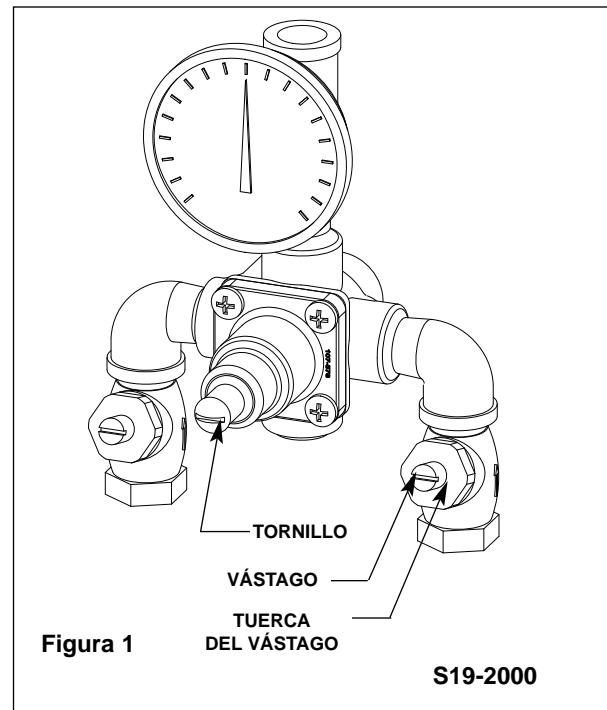

Figura 1
Nota: Cuando las válvulas de cierre/retención se encuentran en posición cerrada, el vástago de cierre/retención estará 6,3 mm (0,25 de pulg.) por sobre la tuerca del vástago (vea Figura 1). Cuando las válvulas de cierre/retención se encuentran en la posición abierta, el vástago se extenderá aproximadamente 13 mm (0,5 de pulg.) desde la tuerca del vástago.
- *asegúrese de que las válvulas de tope/retención estén completamente abiertas (el vástago ranurado debe salirse aproximadamente 6 mm (0,25 de pulg.) de la tapa de la válvula) (vea Figura 1, página 21) y todas las válvulas de cierre de las entradas y salidas se encuentren abiertas*